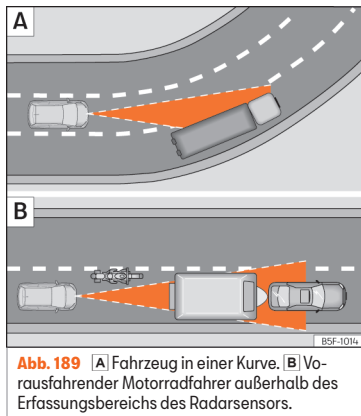

Abb. 189 [A] Fahrzeug in einer Kurve. [B] Vorausfahrender Motorradfahrer außerhalb des Erfassungsbereichs des Radarsensors.
Es ist möglich, dass die ACC das vorausfahrende Fahrzeug in der Kurve nicht erkennt oder die Entfernung mit Fahrzeugen, die sich auf anderen Fahrspuren befinden, einstellt »» **Abb. 189** [A].
- »» **Abb. 189** [B]